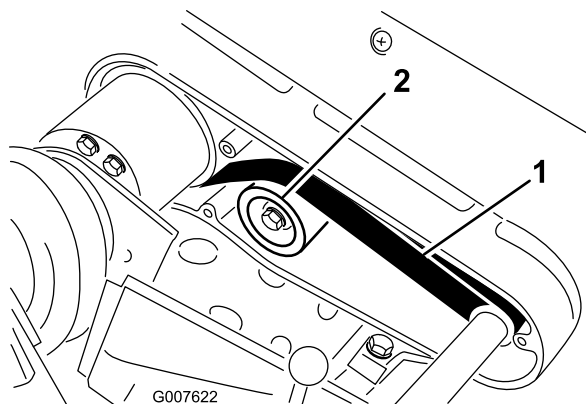

図 42
2. プーリ間の中央部で（図 42）、22-26 N
りを出す（図 42）。